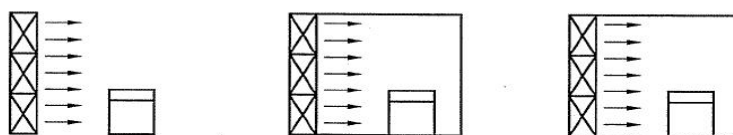
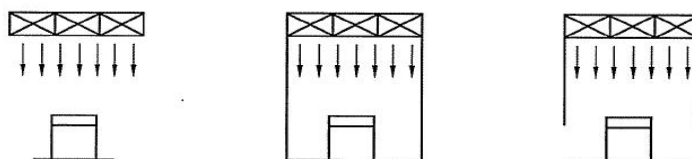

图 A.2 水平单向流气流形式
图 A.3 垂直单向流气流形式
A.2 100级单向流区域,洁净工作台或局部空气净化设施的采样点宜布置在正对气流方向的工作面上,气流形式可参考图 A.2、图 A.3。